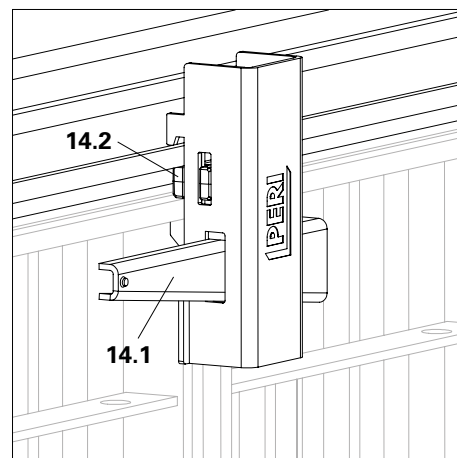

Fig. A7.04
- Il giunto di appoggio UNO Plus può essere usato solo sul giunto dei due telai per parete. (Fig. A7.04)
1. Posizionare i giunti di appoggio UNO Plus (14) sul telaio per parete UNO Plus (1) e sul relativo profilo UNO Plus (90).
- Il distanziatore (14.2) deve essere bloccato tra i telai per parete UNO Plus e il profilo di appoggio UNO Plus (90).
2. Inserire con il martello i cunei (14.1) dei giunti di appoggio UNO Plus (14).
- Il profilo di appoggio UNO Plus è ora in posizione. (Fig. A7.04)